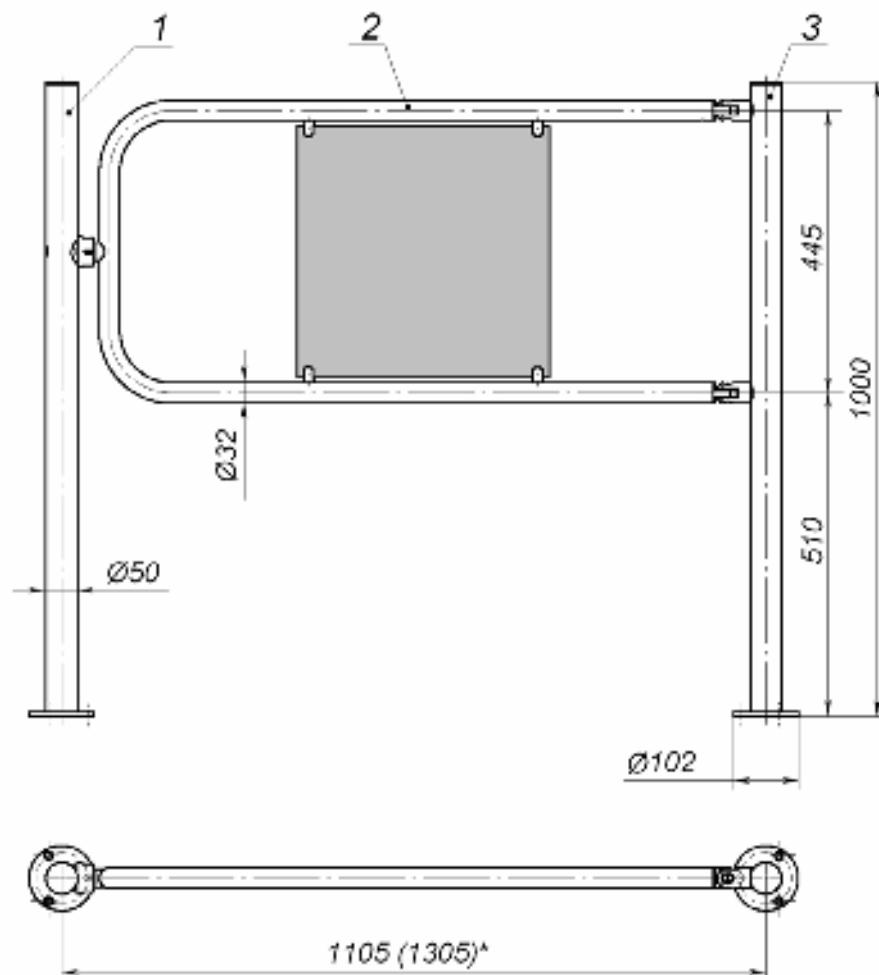

Рисунок 6. Автоматическая поворотная секция ограждения с электромагнитным УБ:
- **Поворотная секция ограждения**, предназначенная для формирования зоны прохода и организации аварийного выхода. Имеются две модификации – поворотная секция с механическим УБ (см. рис. 4) и автоматическая поворотная секция с электромагнитным УБ (см. рис. 6).